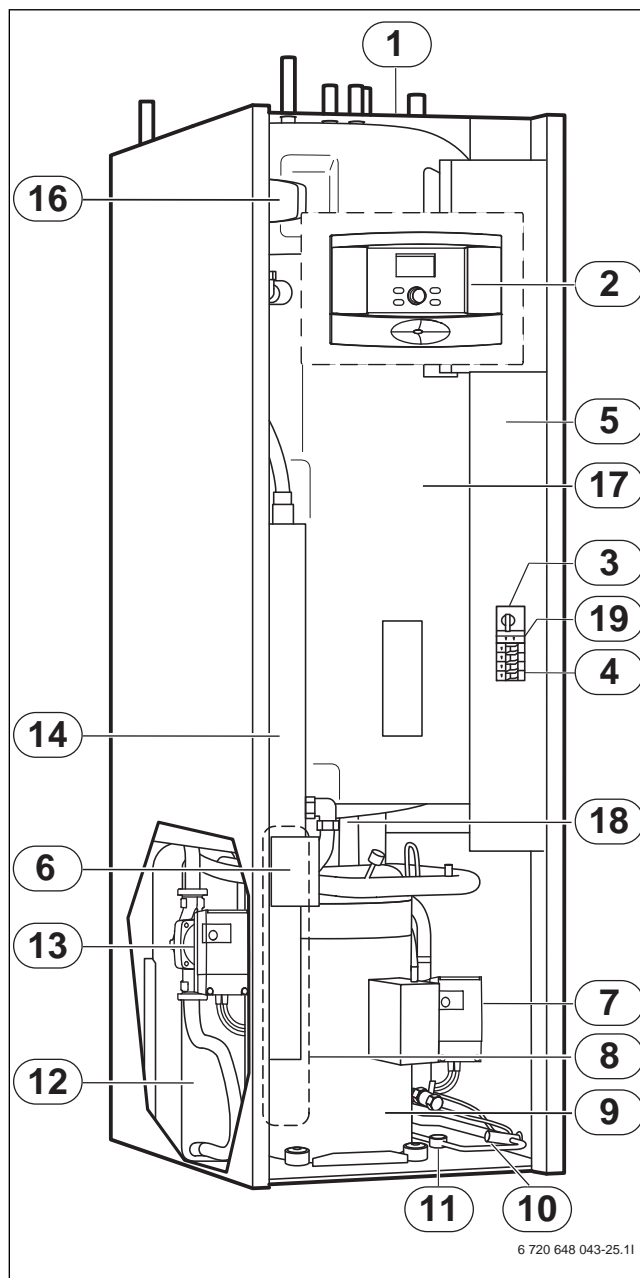

Bild 20 Ausgewählte Bauteile und Baugruppen
**Legende zu Bild 20, Seite 42:**